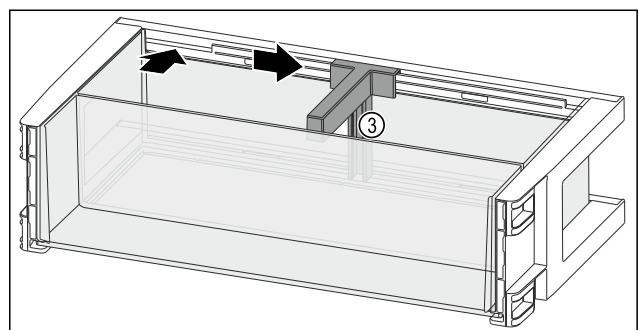

Fig. 147
- ▶ Flaschenhalter Fig. 147 (3) in die Aussparung einsetzen.
- ▶ Flaschenhalter *Fig. 147 (3)* in gewünschte Position zur Seite schieben.